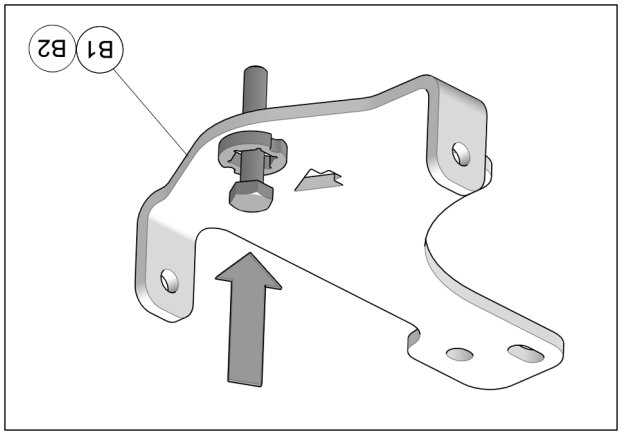

Fig. 4
4. Insérer un boulon M10x80mm dans chacun des ancrages (B1-B2) de suspension arrière tel que montré à la Fig. 4